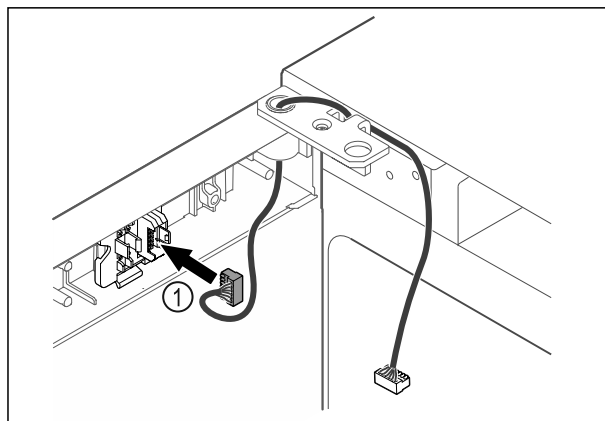

Fig. 37
- Inserire il connettore Fig. 37 (1) nel porta-connettore.